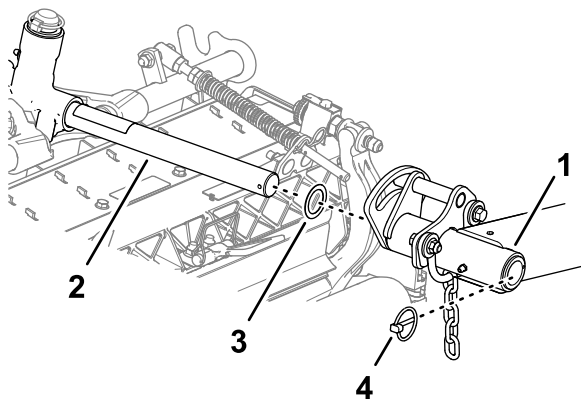

Figura 19
- Deslice una unidad de corte debajo del brazo de elevación (**Figura 19**).